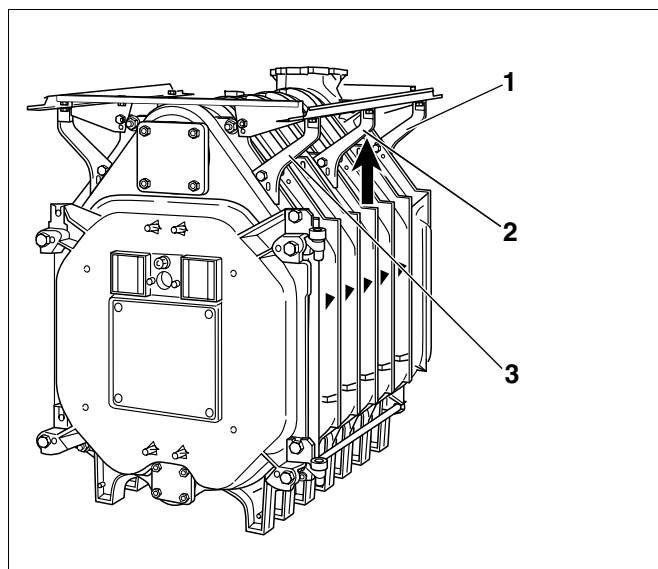

Fig. 40 Justering af længdeskinner
- Ret længdeskinnerne ind, og skru konsollerne fast på for- og bagelementerne (fig. 40, **pos. 1 og 3**).
- Skub mellemkonsollerne (fig. 40, **pos. 2**) mod længdeskinnerne nedefra, og skru dem sammen med kedelkroppen.